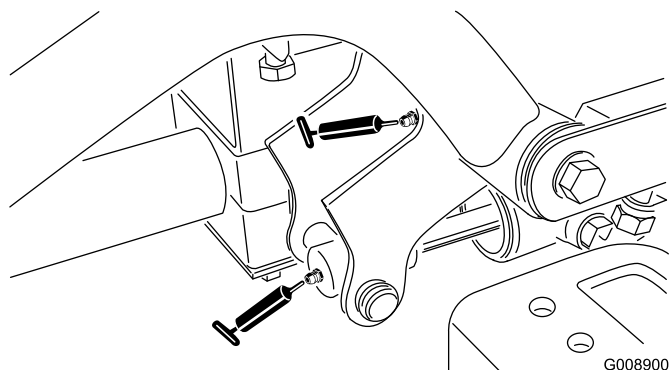

Figura 42
- Pivote y cilindro de elevación del brazo de elevación delantero derecho (2) (Figura 42)